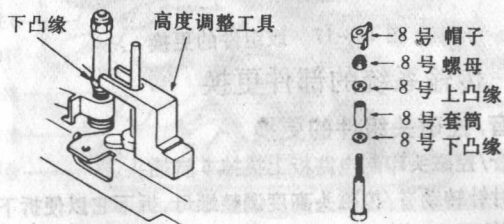
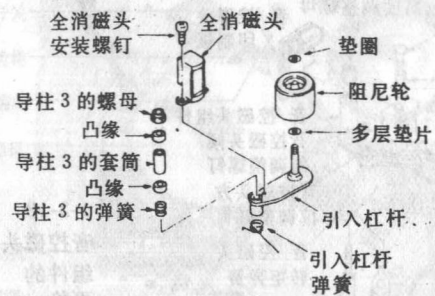

图1-3-19 导柱3的更换
图1-3-21 导柱3和全消磁头的更换
- ① 反时针旋转导柱3上的螺母,拆下该螺母,如图1-3-21所示,再拆下凸缘。当更换新的凸缘和套筒时,按照与上述相反的步骤进行。
- ② 更换之后,预置下凸缘的高度时利用高度量规来控制,如图1-3-19所示。
- ③ 上两步完成后,进行磁带传输调整中的直线性调整(见1-4-4、(2)、3)节)。
- 注意上下凸缘是共用件,可用于上下任一位置(图1-3-21)。
- ① 拔掉全消磁头上的2脚插头。
- ② 拆下全消磁头的安装螺丝,取下全消磁头(图1-3-21)。
- ③ 换上新的全消磁头并旋紧全消磁头安装螺丝。
- ④ 联接2脚插头。
- ⑤ 全消磁头的更换会引起直线性的小变化,不需重调直线性,但需确认有关的项目,从磁带传输调整直线性调整开始(参见1-4-3、(2)、3))。
- ① 拆下垫圈并更换阻尼轮,见图1-3-21。
- ② 注意:多层滑动垫片一定要放在阻尼轮和引入杠杆之间,小心不要将它遗漏。刮伤的阻尼轮会损伤磁带,所以安装时要小心。如果手指接触过阻尼轮的表面,应当用酒精清洗阻尼轮表面。
- ③ 阻尼轮更换之后,进行磁带传输调整中的直线性调整(参见1-4-4、(2)、3))。